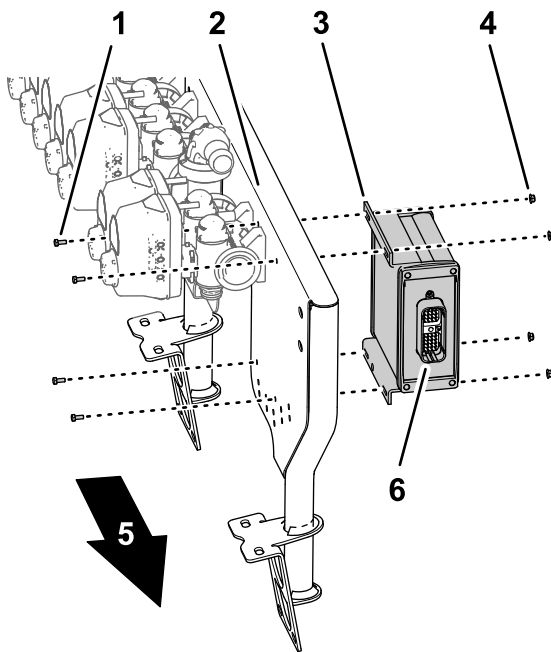

Figura 60
1. Allineate il programmatore dell'irroratrice al lato anteriore del supporto della valvola con il connettore a 40 pin verso l'esterno (Figura 60).
- Montate il programmatore dell'irroratrice sul supporto della valvola (Figura 60) con i 4 bulloni (4 x 10 mm) e 4 dadi di bloccaggio flangiati (4 mm).